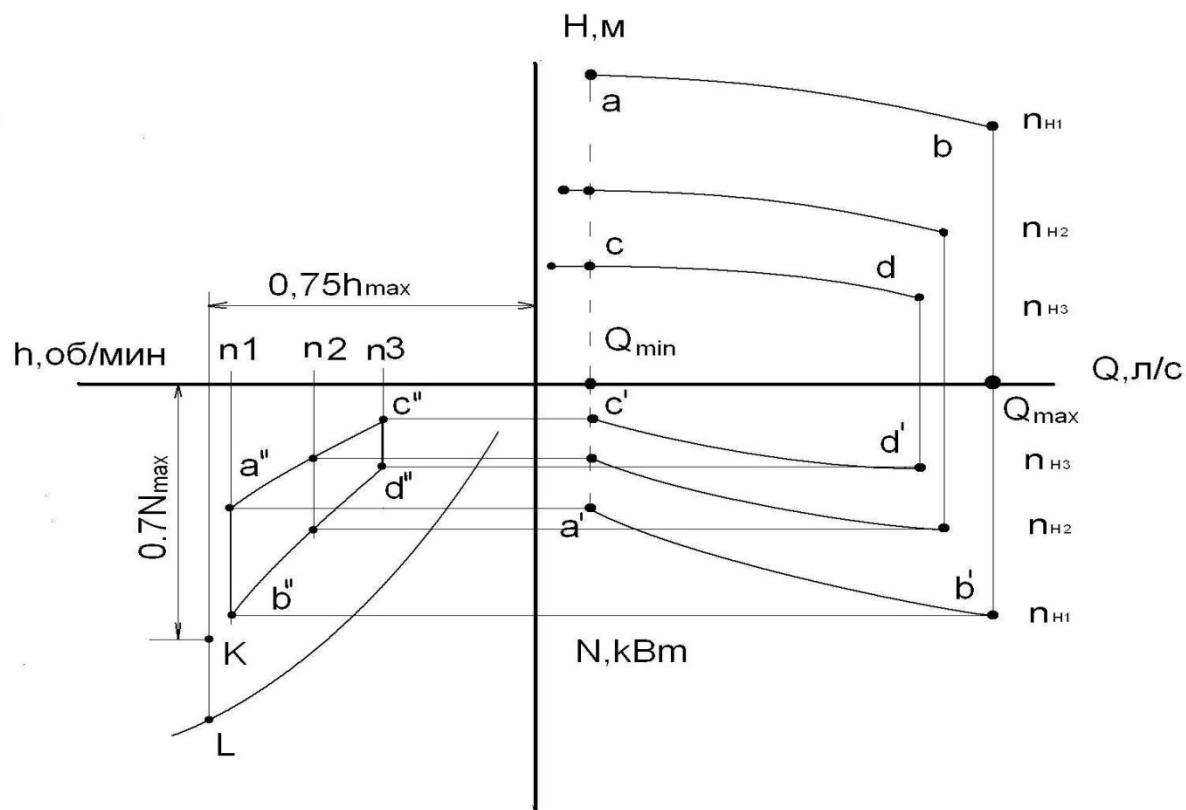

РИС.1
По найденным значениям  $n_j$  проводят вертикальные линии  $n_1$ ,  $n_2$  и  $n_3$  (см. рис.1). Они и характеризуют скоростные режимы двигателя, соответствующие частотам вращения вала насоса  $n_{нi}$ . Проведя горизонтальные линии от точек  $c'$  и  $d'$  до пересечения с линией, проведенной через  $n_3$ , будет определен отрезок  $c''$  и  $d''$ , характеризующий мощность, потребляемую ПН. Аналогично определяют точки  $a''$  и  $b''$ , а также две промежуточные точки, соответствующие  $n_{н2}$ .
2. Определить расходы топлива и выбросы окислов азота при мощностях двигателя и частоте оборотов его вала, характерных для точек  $a''$ ,  $b''$ ,  $c''$  и  $d''$  (см.рис.1).
2.1 Определить мощности  $N$  и частоты вращения вала двигателя в точках  $a''$ ,  $b''$ ,  $c''$ ,  $d''$  рис. 1).
2.1. Определить мощности  $N$  и частоты вращения вала двигателя в точках  $a''$ ,  $b''$ ,  $c''$  и  $d''$  (по рис.1).